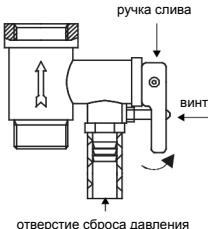

Рис. 9
УЗО (устройство защитного отключения)*, рис. 9
6. Чтобы правильно слить воду из внутреннего бака, надо воспользоваться сливным отверстием (только для серии FS2/FS6/FE2) (надо открутить заглушку, закрывающую сливное отверстие), также воду можно слить через обратный предохранительный клапан (открутить сливной винт обратного предохранительного клапана и перевести ручку слива в верхнее положение, при этом кран выхода горячей воды должен быть открыт, а кран подачи холодной воды в водонагреватель должен быть закрыт) (смотри рис. 9). Никогда не сливайте воду, если ее температура выше 50°C, т.к. это может привести к ожогам.